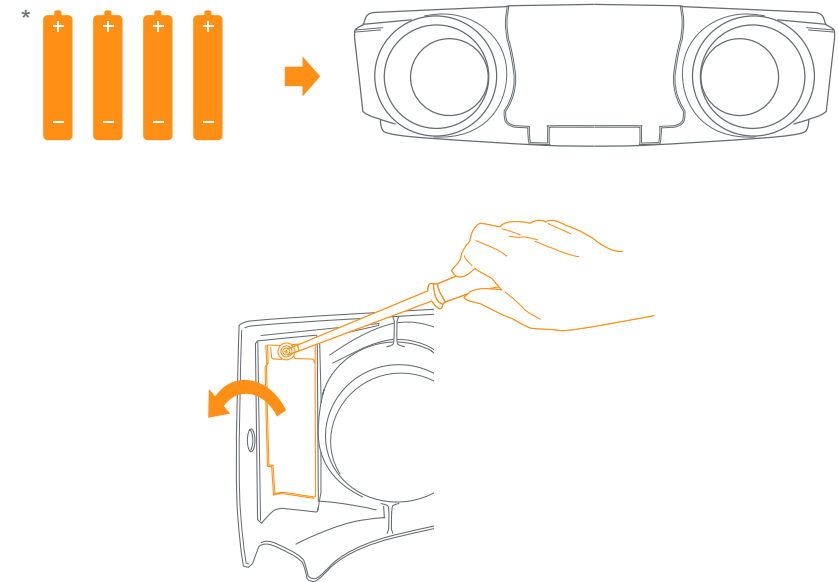

Fig. 9a
- 9) • **Two AAA batteries required on each side of the parent tray:** To open battery slot, unscrew and slide the lid out from the underside. Then, lift the lid to insert two AAA batteries (Fig. 9a).
- **Se requieren dos pilas AAA a cada lado de la bandeja para padres:** Desenrosque y deslice la tapa hacia afuera de la parte inferior. Levante la tapa para insertar dos pilas AAA (Fig. 9a).